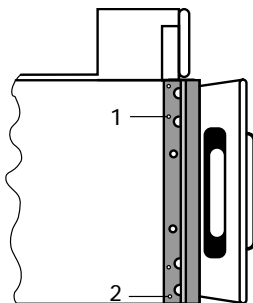

fig. 7
- Demonteer de beschermlijst door bevestigingsschroeven 1 en 2 te verwijderen (zie fig. 7). Lijst wegnemen en schroeven weer vastdraaien.